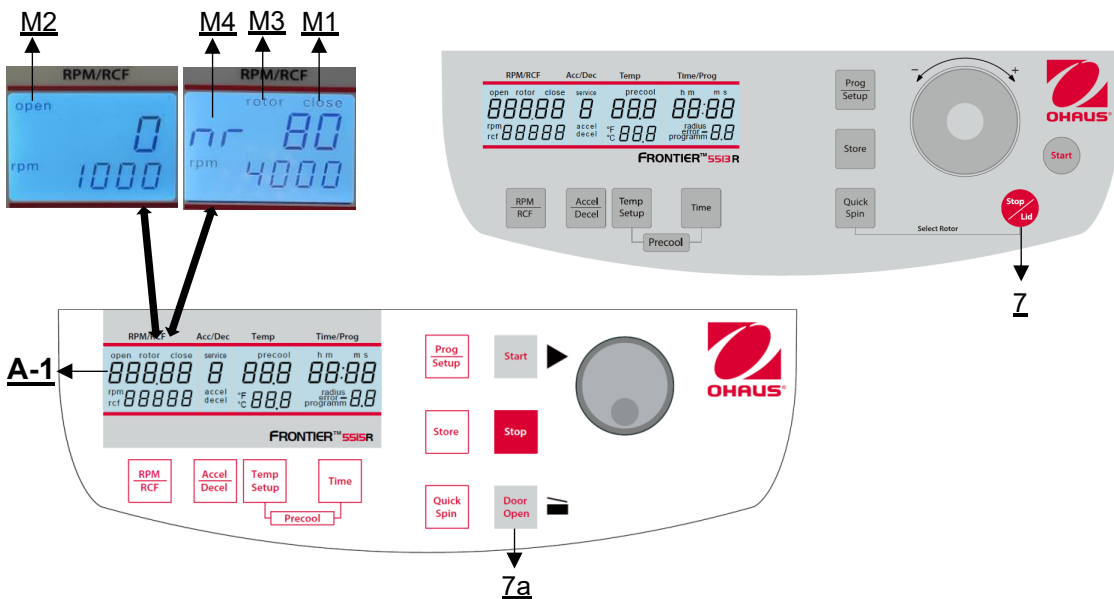

Abbildung 11
Nach dem Lauf, wenn der Zentrifugendeckel geschlossen bleibt, erscheint in der Anzeige **"RPM | RCF"** (A-1) weiterhin das Wort **"close"** (M1). Gleichzeitig wird die aktuelle Rotor-ID, z.B. "nr 80", im Display (M4) angezeigt. Sobald der Deckel durch Drücken der Taste **"Door Open"** (7a) oder **"Stop | Lid"** (7) oder freigegeben wird, erscheint das Wort **"open"** (M2). Nun können Sie den Deckel der Zentrifuge öffnen. Siehe **Abbildung 11** unten als Referenz.
Siehe **Abbildung 11** als Referenz.